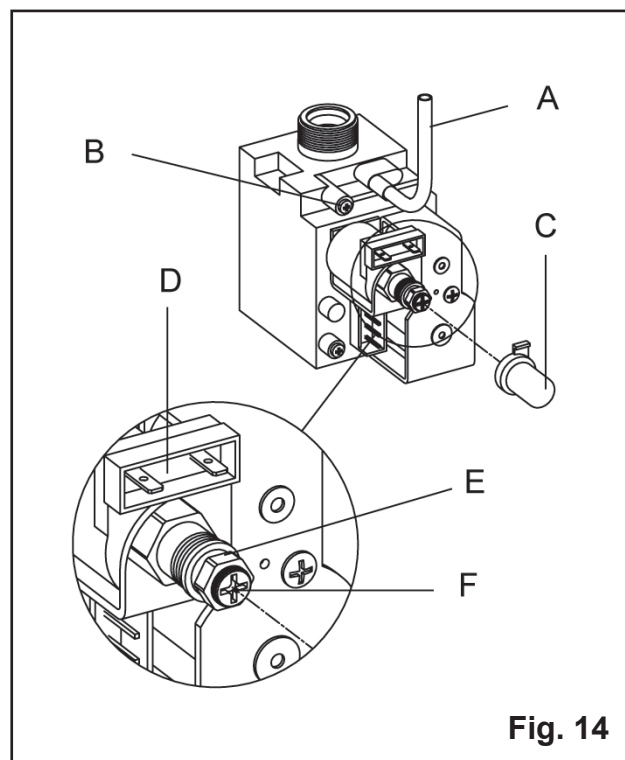
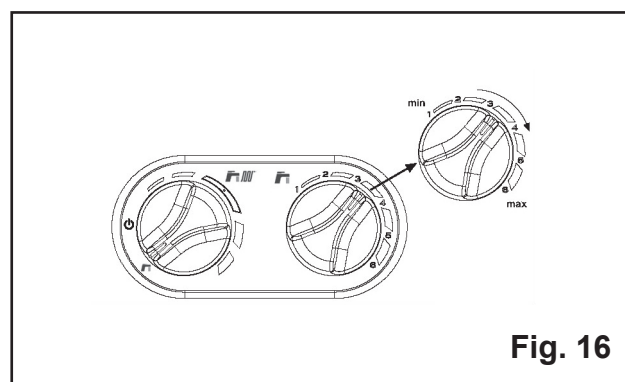

Fig. 14
Fig. 16
## 10. 调试(Fig.5, Fig.14–Fig.16)
- 松开二次测压口B内螺丝两圈，接上测压计 ( Fig.14 )；
- 取下空气补偿管A ( Fig.14 )。
- 将热水温度选择旋钮调至水温最高 ( Fig.16 )；
- 用10号套筒，调节最大功率调节螺母E至额定压力 ( Fig.14 ) ( 见燃气参数表 )；
- 取下调节阀电源线D ( Fig.14 )；
- 等压力稳定后，调节调节阀红色内芯F ( Fig.14 )，直至压力符合燃气参数要求，注意不可接触红芯内部金属轴；